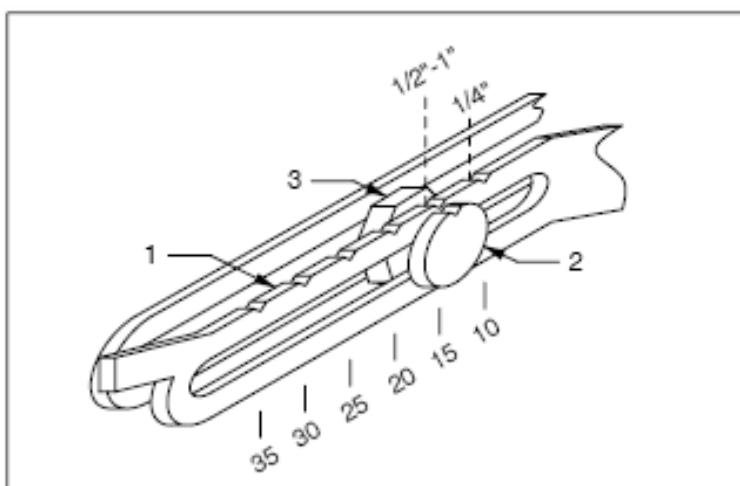

Abb. 2
- Gleitstück 2. am Stellhebel 1. durch Lösen der Mutter 3. verschieben und die gewünschte Hubmarkierung verwenden (Abb.2). Es ist darauf zu achten, daß in Geschlossenstellung die beiden Hebel parallel sind.
Ventil offen - lastabhängiger Endschalter S2 oder vorher durch mechanische Hubbegrenzung (Abb.2).
Zuvor Hubeinstellung überprüfen (Abb.2).